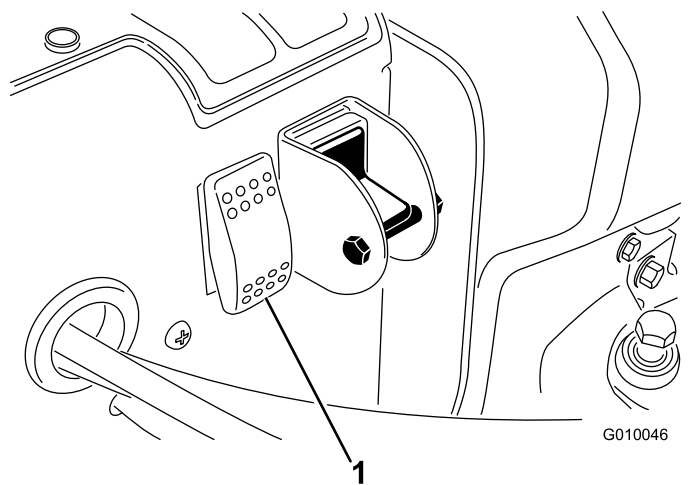

Figura 32
2. Pulse el interruptor de reinicio del sistema (Figura 32).